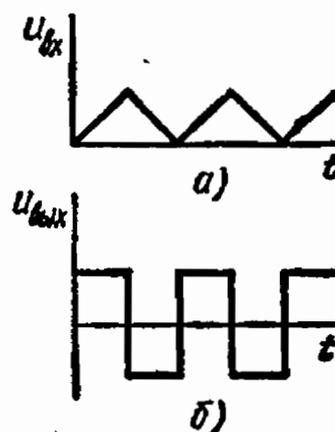

Рис. 8.23
8.23. Решить задачу 8.22 при условии, что входное напряжение изменяется по закону, данному на рис. 8.23, а.
Ответ. Закон изменения выходного напряжения приведен на рис. 8.23, б.